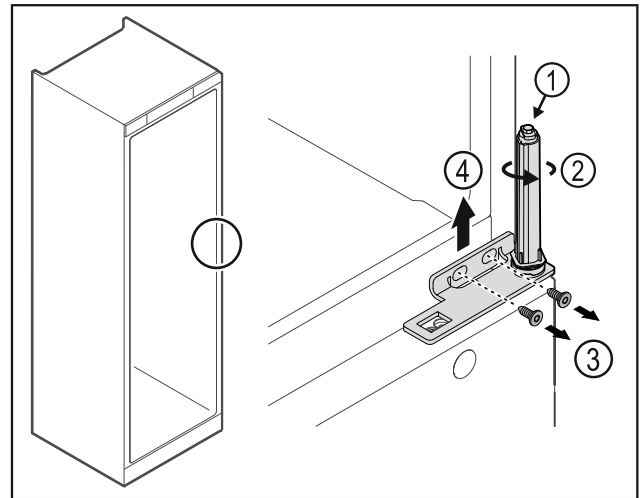

Fig. 26
- Non disassemblare il sistema di chiusura della porta Fig. 26 (1).
- Ruotare il sistema di chiusura Fig. 26 (2) finché non si innesta con un clic.
- Svitare le viti Fig. 26 (3), rimuovere la cerniera angolare Fig. 26 (4) verso l'alto.